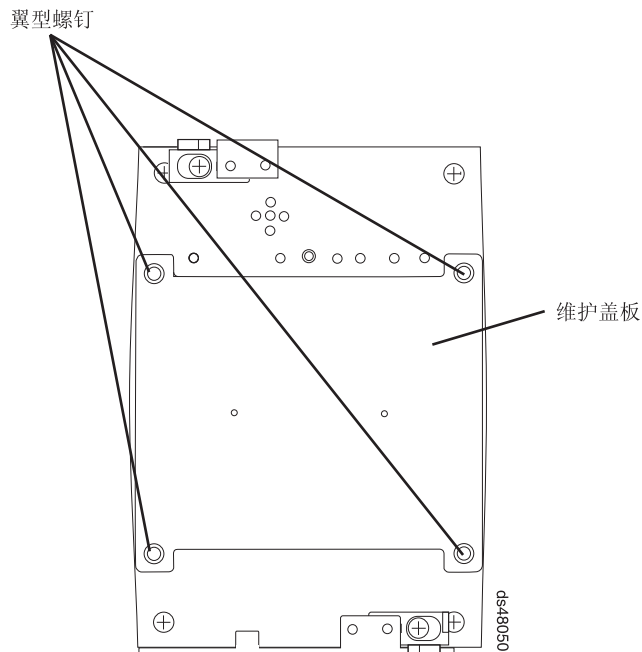

图 135. 互连电池单元上的电池维护盖板
6. 卸下将电池维护盖板固定到互连电池单元上的指旋螺钉，从该组件的正面拆下此盖板。图 135 显示互连电池单元上的维护盖板和安装螺钉。